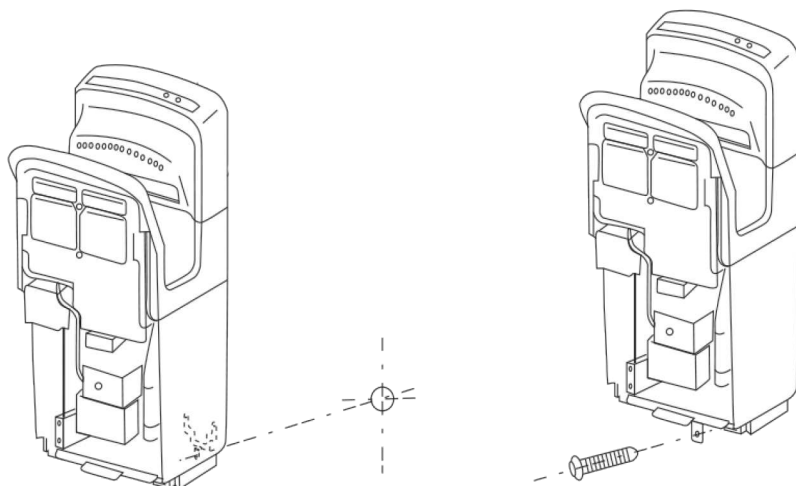

Рисунок 5
5. Навесьте сушилку на монтажную пластину и закрепите шурупом монтажную скобу (Рисунок 5).